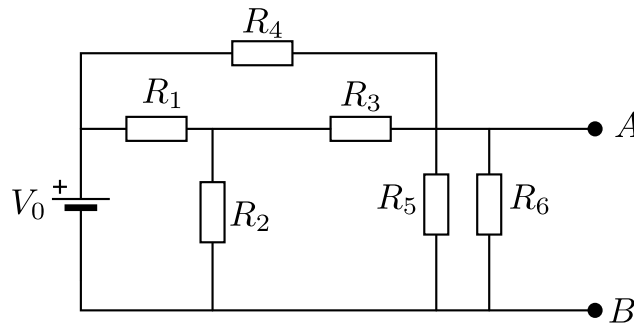
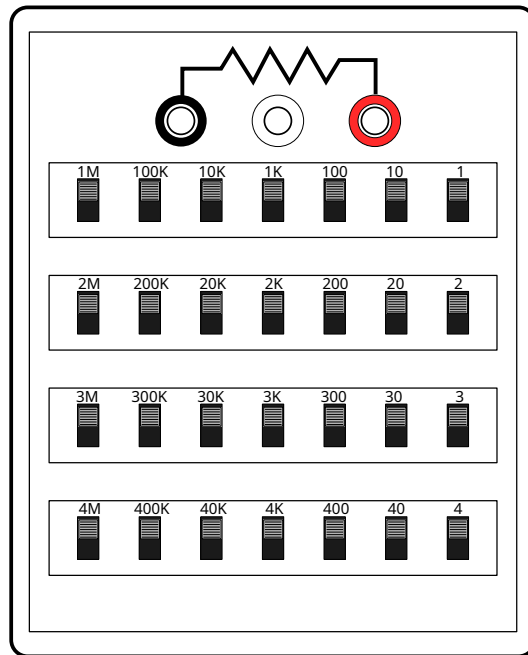

Figura 2.2: Montaje del circuito a realizar
Figura 3.3: Esquema de la caja de décadas usada para la práctica.
3. Realizar en la placa de inserción el montaje de la figura 2.2. Includ fotos del montaje y un esquema en la memoria de la práctica.
7. Comparar los valores obtenidos con los valores teóricos de V_{th} y R_{th} obtenidos a partir del esquema de la figura 2.2, de los valores de las resistencias elegidas y del valor V_0 de la fuente de tensión.
En este apartado se va a usar una **caja de décadas** que permite variar la resistencia que se conectará entre los potenciales A y B del circuito de la figura 2.2. En la figura 3.3 se puede observar el esquema de la caja de décadas. La resistencia entre los polos rojo y negro se fija mediante la selección de resistencias individuales que se activan con interruptores. La resistencia de salida es la suma de los resistencias activadas.